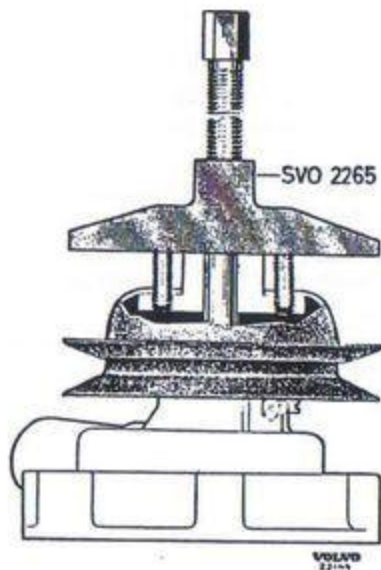

Bild 23. Demontering av fläktrömskiva.
1. Anbringa avdragaren SVO 2265 (se bild 23) på fläktnavet och dra av detta.